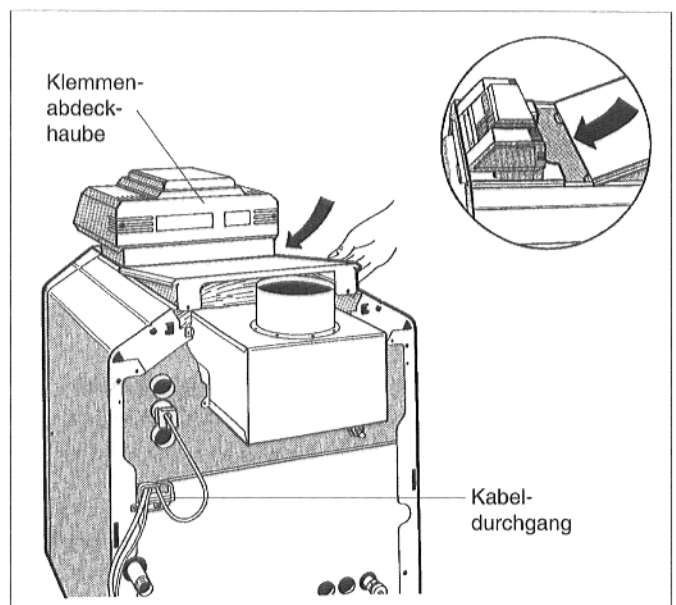

Abb. 18. Kessel und Regelgerät schließen
- Hintere Kesselhaube mit den Laschen unter die vordere Kesselhaube schieben und hinten nach unten drücken (Abb. 18).